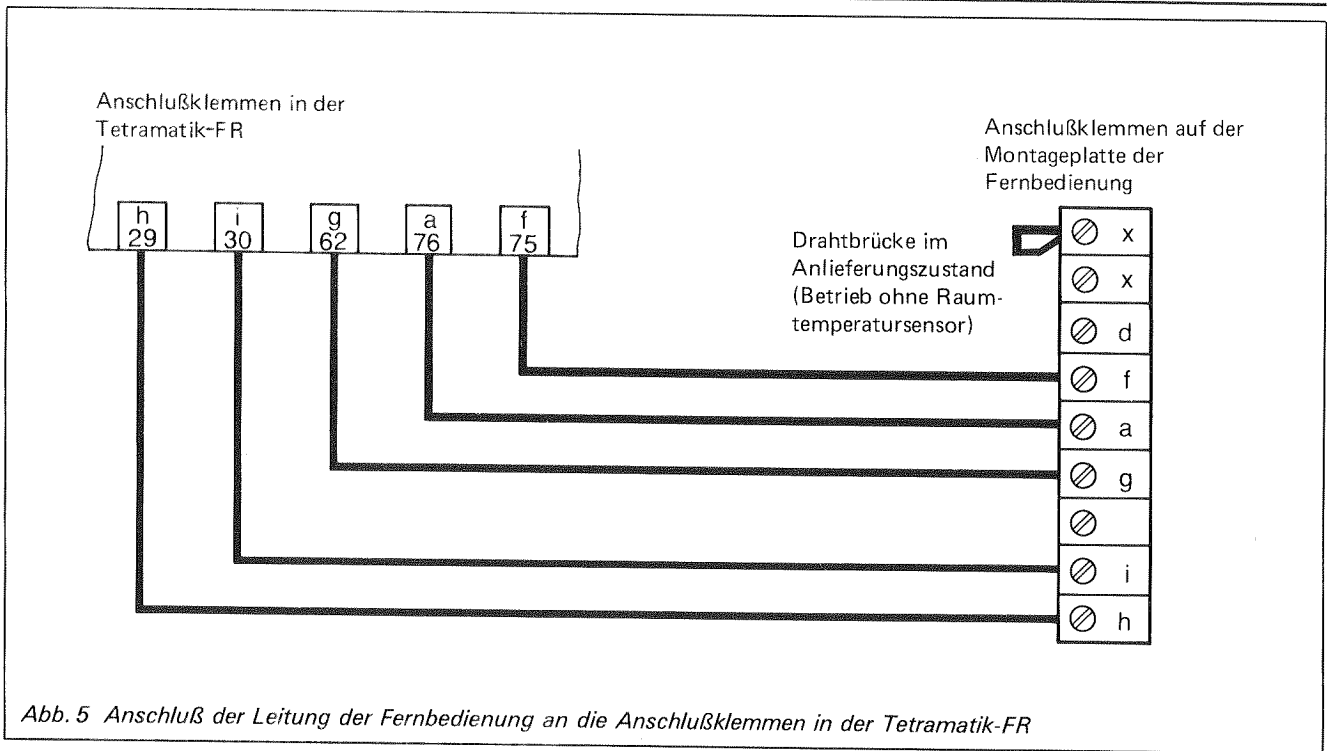

Abb. 5 Anschluß der Leitung der Fernbedienung an die Anschlußklemmen in der Tetramatik-FR
1. Die 5-adrige Leitung an der Klemmleiste der Montageplatte der Fernbedienung entsprechend Abb. 5 anschließen.
7. Anschlußleitung von der Fernbedienung durch eine freie Leitungseinführung in den Anschlußkasten der Tetramatik-FR führen und entsprechend der in der Tabelle eingetragenen Aderbezeichnungen anschließen (siehe auch Abb. 5).